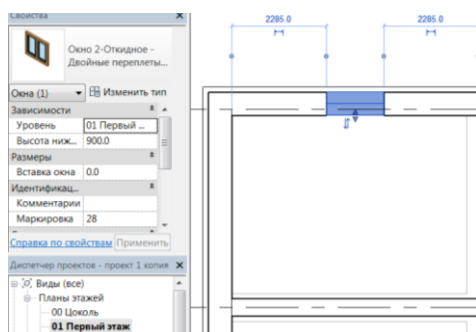

Рис. 52
3. Навести курсор на стену для отображения образца окна для просмотра. По умолчанию временные размеры указывают расстояния от осевой линии окна до осевых линий ближайших перпендикулярных стен. Когда образец для просмотра займет требуемое местоположение на стене, щелкнуть для размещения окна (рис. 52).